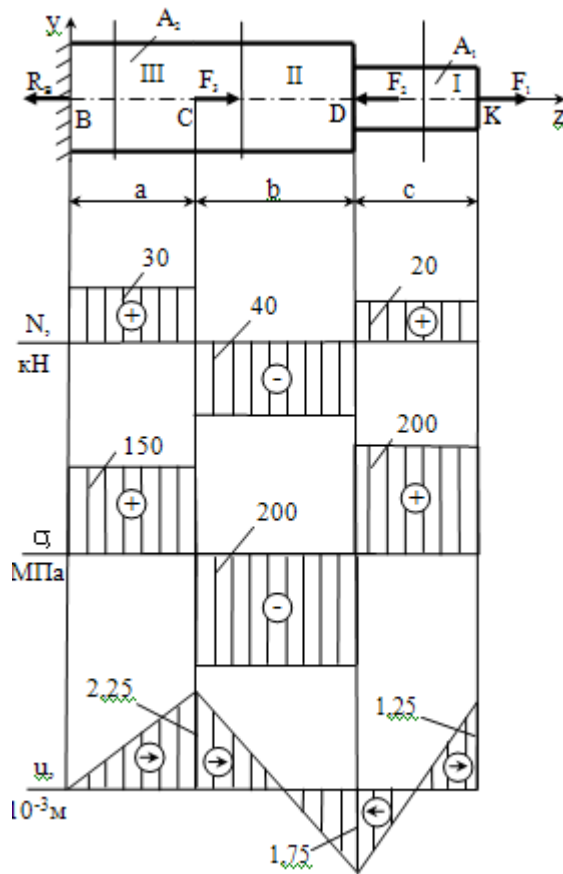

Рисунок 3.3
1. Строим эпюру нормальных сил N , используя метод сечений (рисунок 3.3). Предварительно покажем реакцию заделки R_B , направив её от сечения В, однако определять её величину не будем.
2. Строим эпюру σ (рисунок 3.3).
3. Строим эпюру перемещений поперечных сечений бруса u (рисунок 3.3). $u_B = 0$, т.к. в сечении В – заделка.